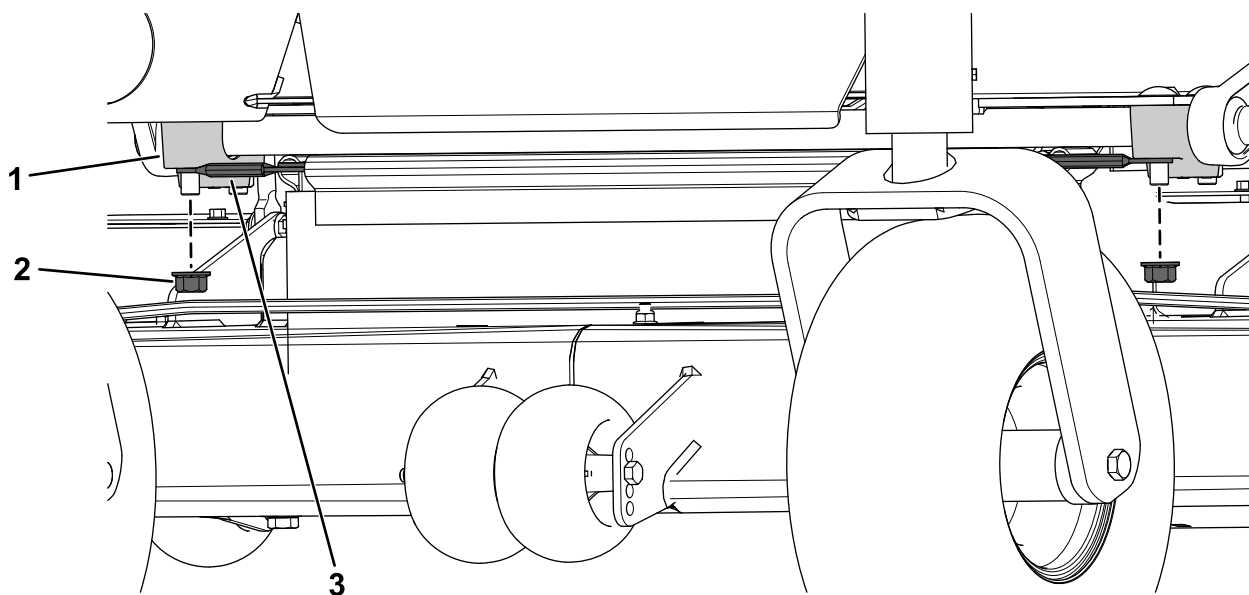

Figura 22
9. Sujete la varilla de soporte superior delantera a los soportes del eje transversal delantero usando las 2 contratuercas ($\frac{1}{2}$ ") que se retiraron anteriormente de los soportes del eje transversal delantero (Figura 22).